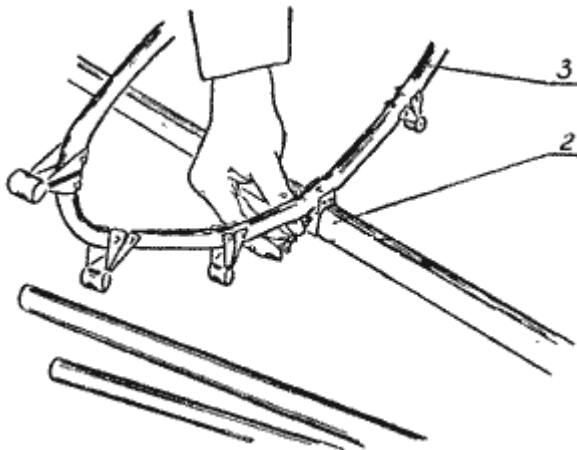

Рисунок 3. Фиксация шпангоута на штевне винтом.
Установите шпангоут №1 (*маленький без спинки*) - (3) на штевне (2), зафиксировав нижнюю скобку шпангоута винтом. Следите за разворотом шпангоута. Часто бывают ошибки на 180 градусов. Критерий правильности – скоба-паз, расположенная сверху на шпангоуте для фиксации верхнего стрингера, должна быть развернута к носу (рисунок 3).